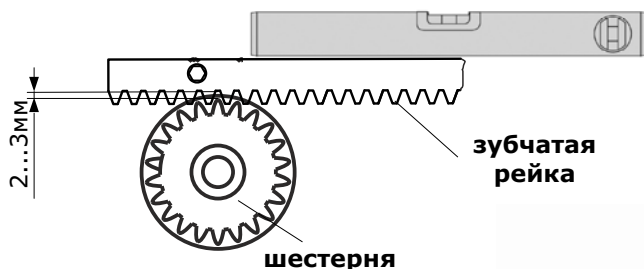

Рисунок 2
- Лучший способ установки - сначала закрыть ворота с помощью ручной разблокировки, посадить первую деталь на зубчатую передачу двигателя (сначала убедитесь, что она находится на уровне 100%), а затем прикрепить непосредственно к воротам в центре фиксирующего отверстия рейки. Ослабьте фиксацию и отрегулируйте расстояние между шестерней двигателя и зубчатой рейкой (зазор 2-3 мм), см. Рисунок 2.